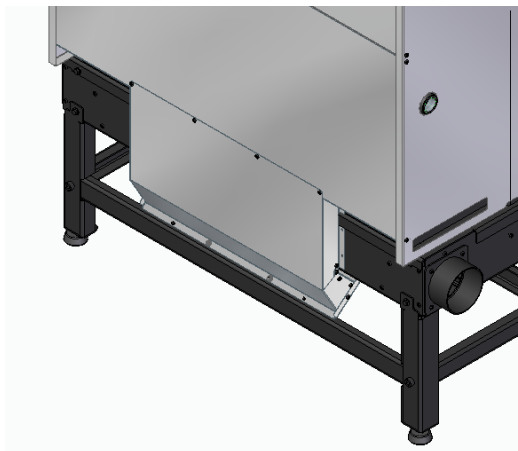

Figure 38
b) Placez l'ensemble de plaques, fixez-le avec les 4 vis fournies dans le kit et remplacez les 4 vis qui ont été retirées, Figure 38.